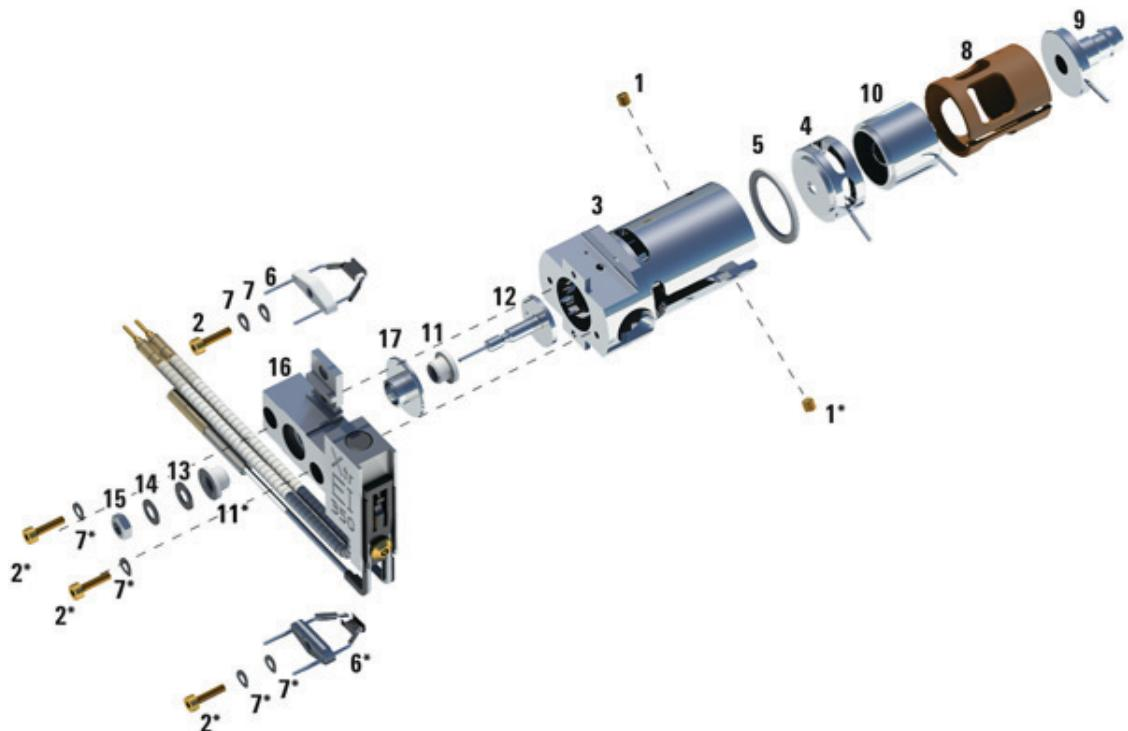

図 48 EI XTR イオン源の組み立て
以下の手順を行う際には、図 48 の部品分解図および 165 ページの表 21 の EI XTR 部品リストを参照してください。
- 3 エントランスレンズとイオンフォーカスレンズを 164 ページの図 48 に示す順でインシュレータに差し込みます。
表 21 EI XTR イオン源の部品リスト (図 48)